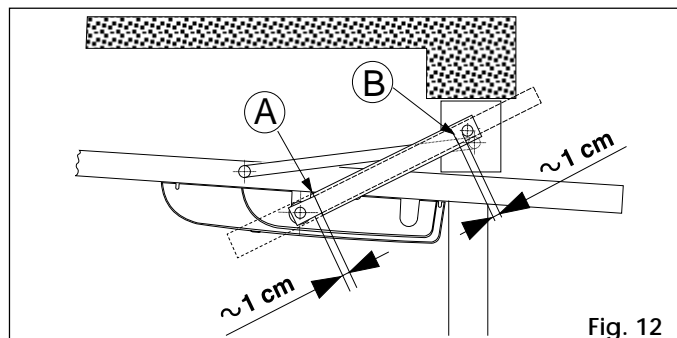

Fig. 12
• bras droits (Fig. 12)
Simuler le positionnement du bras télescopiques comme indiqué Figure 12. Couper la gaine au point A et le bras au point B.